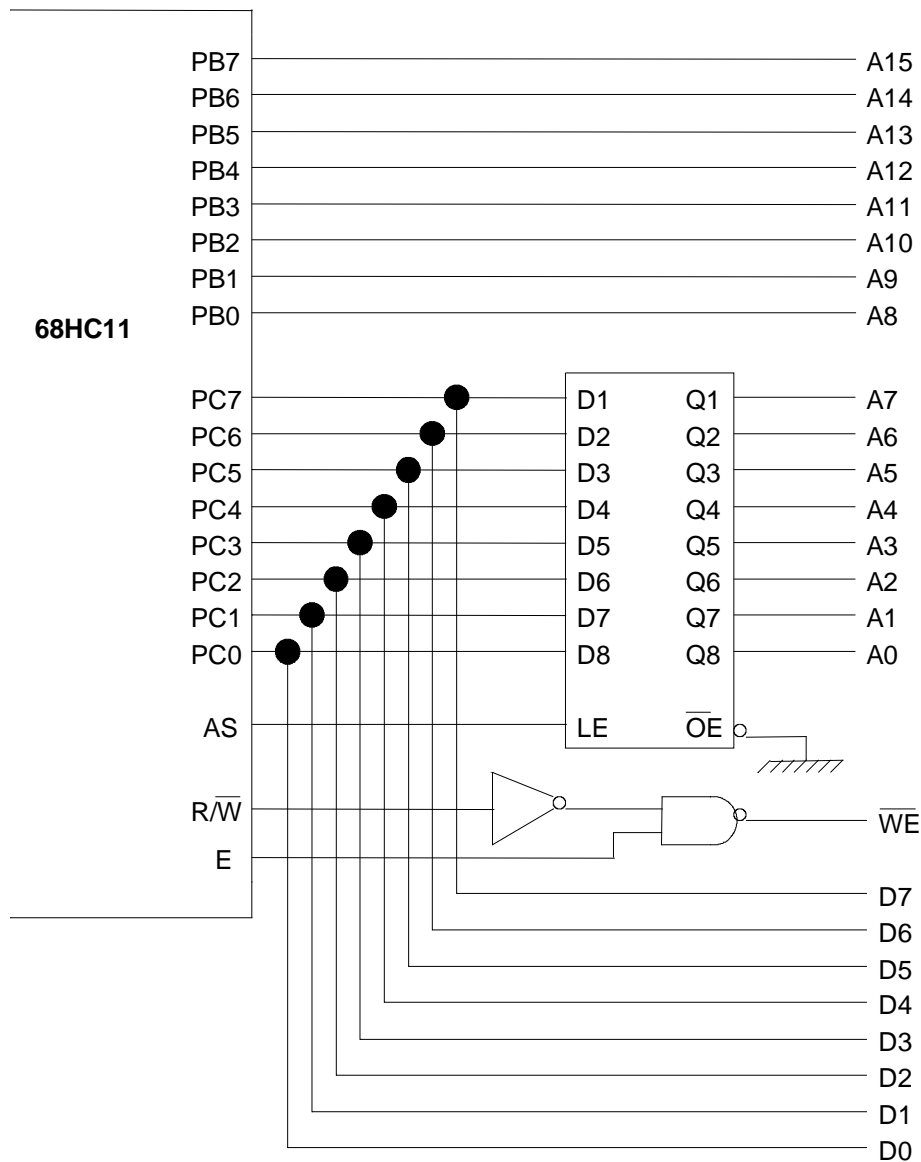

Figura 5: Demultiplexación del bus de datos y direcciones
•**TxD y RxD:** Son los pines de transmisión y recepción de datos serie asíncronos. El 68HC11 trabaja con niveles por lo que será necesario un circuito de adaptación si se quiere comunicar con un dispositivo que utilice otro tipo de norma por ejemplo un PC (norma RS-232C). Un integrado que realiza esta adaptación es el MAX232. En la figura 5 se muestra el diagrama de bloques de la conexión del 68HC11 a un PC. En la figura 6 se cómo se debe configurar el MAX232 para realice correctamente la función de adaptación. Los condensadores empleados electrolíticos de 22 μ F y 25V.